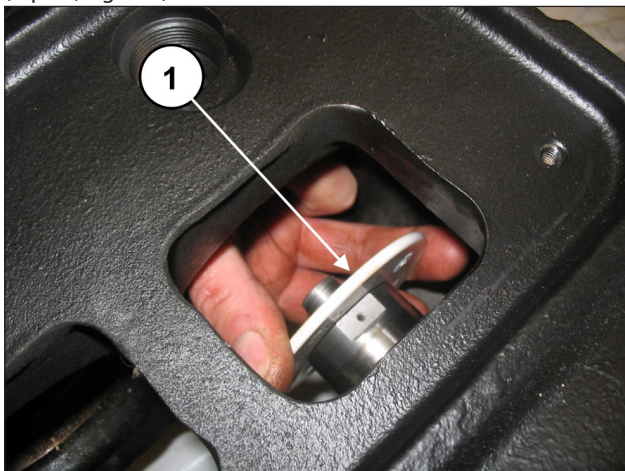

Fig. 156
Dégager les joints anti-éclaboussure des guides de pistons (rep. ①, Fig. 156).